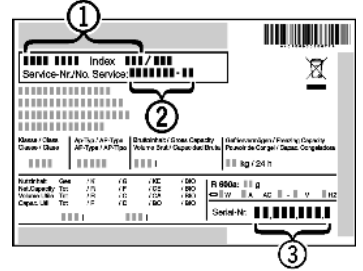

Fig. 11
- ▶ Cihazın adını Fig. 11 (1), servis numarasını Fig. 11 (2) ve seri numarasını Fig. 11 (3) model plakasından okuyun. Model plakası, cihazın iç kısmında, solda bulunur.
- ▶ Müşteri hizmetlerini haberdar edin ve hatayı, cihazın adını Fig. 11 (1), servis numarasını Fig. 11 (2) ve seri numarasını Fig. 11 (3) bildirin.